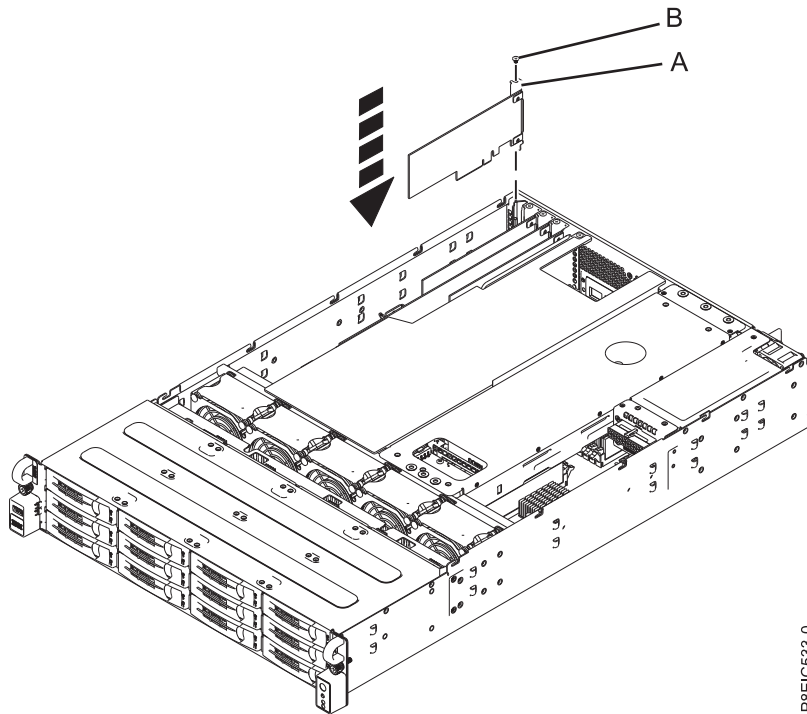

Figura 38. Sustitución de la tarjeta de módulo de supercondensador (A) y el tornillo (B)
- b. Inserte el tornillo de retención **(B)** y apriételo para fijar la tarjeta del módulo supercondensador en el sistema, tal como se indica en Figura 38 en la página 61.